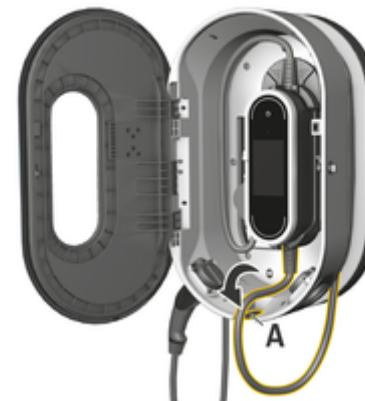

Fig. 19: Prendendo a unidade de comando
3. Direcione o cabo do veículo pela abertura **A** (Fig. 19) e enrole qualquer excesso de cabo ao redor da base de carregamento.